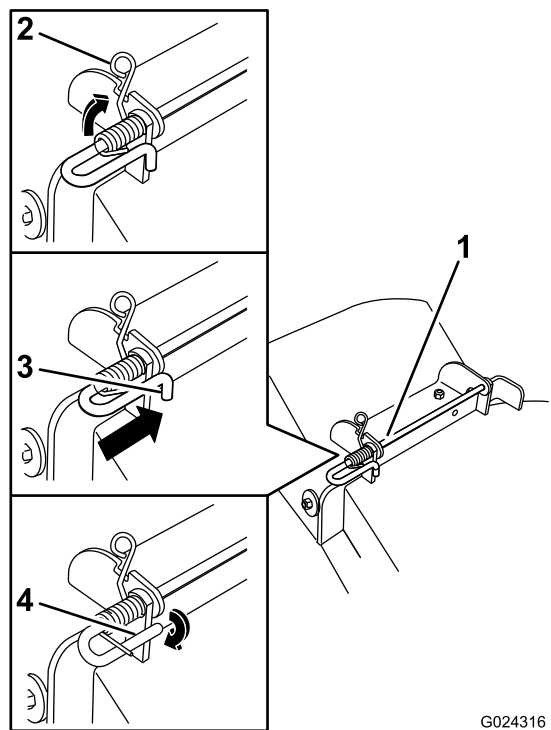

Figura 77
5. Sollevate l'estremità lunga della molla e inseritela nella tacca presente sulla staffa del deflettore (**Figura 77**).
6. Fissate il gruppo costituito dall'asta e dalla molla ruotandolo in modo tale da collocare l'estremità corta dell'asta dietro la staffa anteriore saldata al piatto di taglio (**Figura 77**).